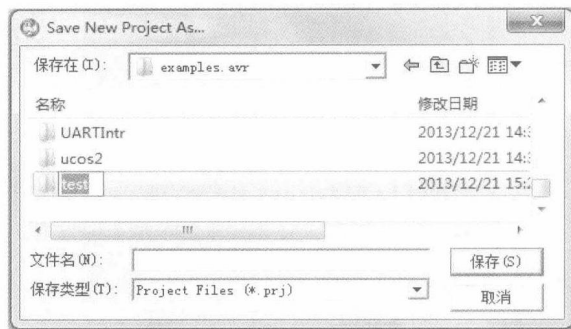

图 1-2-9 新建项目文件夹
(2) 为方便日后程序的查找和管理，习惯上将项目文件建在 C:\iccvavr\examples.avr 文件夹下（文件夹最好用英文或者数字命名），如图 1-2-9 所示。